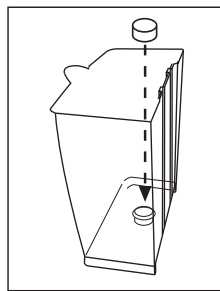

Fig. 17
- Introduire l'adaptateur dans le réservoir en poussant jusqu'au fond **(Fig.17)**